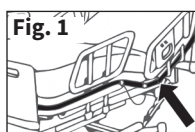
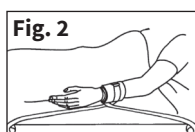

Fig. 1
Fig. 2
- 1a. Triangulationsverfahren zur Einschränkung des Bewegungsbereiches des Patienten: Trennen Sie die Gurte und befestigen Sie sie mithilfe der Schnellverschluss-Schlaufen außerhalb der Reichweite des Patienten an verschiedenen Stellen an dem Bettrahmen, der sich mit dem Patienten bewegt (Abb. 1) (nicht am Seitengitter oder Kopf-/Fußende befestigen) (Abb. 2).
- 1b. Vorgehensweise zur Vergrößerung des Bewegungsbereiches des Patienten: Legen Sie die Gurte zusammen und befestigen Sie sie mithilfe der Schnellverschluss-Schlaufen außerhalb der Reichweite des Patienten an einer einzigen Stelle an einem Teil des Bettrahmens, der sich mit dem Patienten bewegt (nicht am Seitengitter oder Kopf-/Fußende befestigen) (Abb. 2).
2. Führen Sie die Gurtenden durch die Innenseite der Seitengitter nach unten, sodass das Hochziehen der Seitengitter nicht behindert wird. Stellen Sie sicher, dass die Gurte außerhalb der Reichweite des Patienten am Bettrahmen befestigt sind, der sich mit dem Patienten bewegt (Abb. 1) (nicht am Seitengitter oder Kopf-/Fußende befestigen).